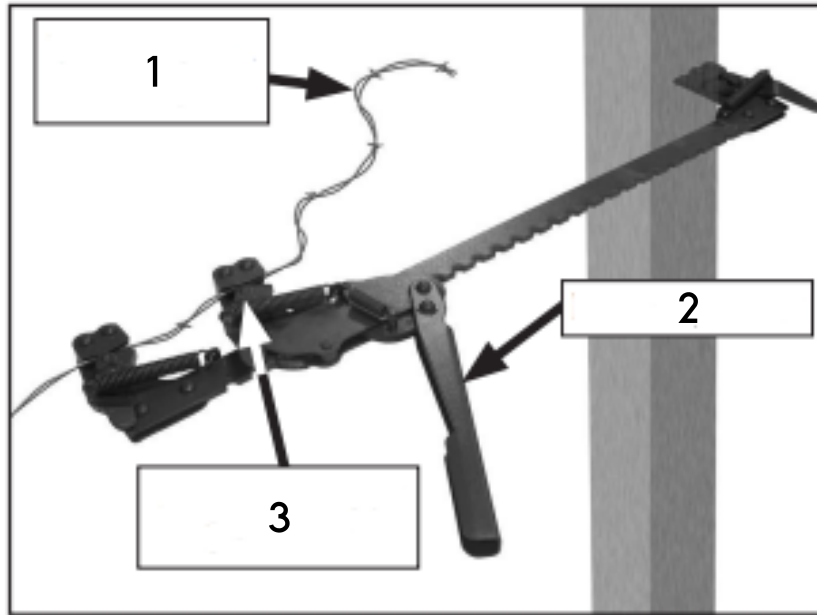

Figure 4
4. Serrez le fil dans le crochet mobile de la mâchoire de serrage (fig. 4).